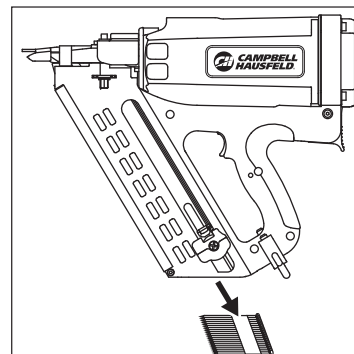

Figura 19
2. Gire la herramienta a la posición vertical. Todos los clavos restantes en el cargador se deslizarán hasta la parte inferior del cargador (vea la Figura 19).